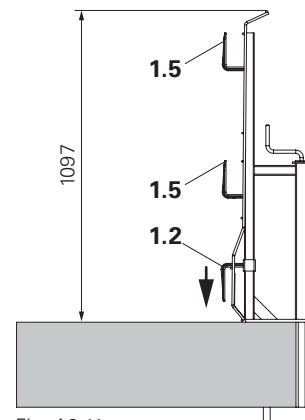

Fig. A2.11
9. Abbassare la staffa per tavola fermapiede. (Fig. A2.11)